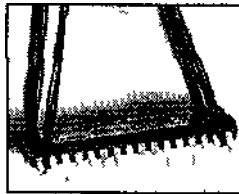

Рис. 26.1. Обвяжите микросхему нитками так, чтобы они случайно не соскользнули
2. Обвяжите микросхему любыми нитками, как показано на рис. 26.1